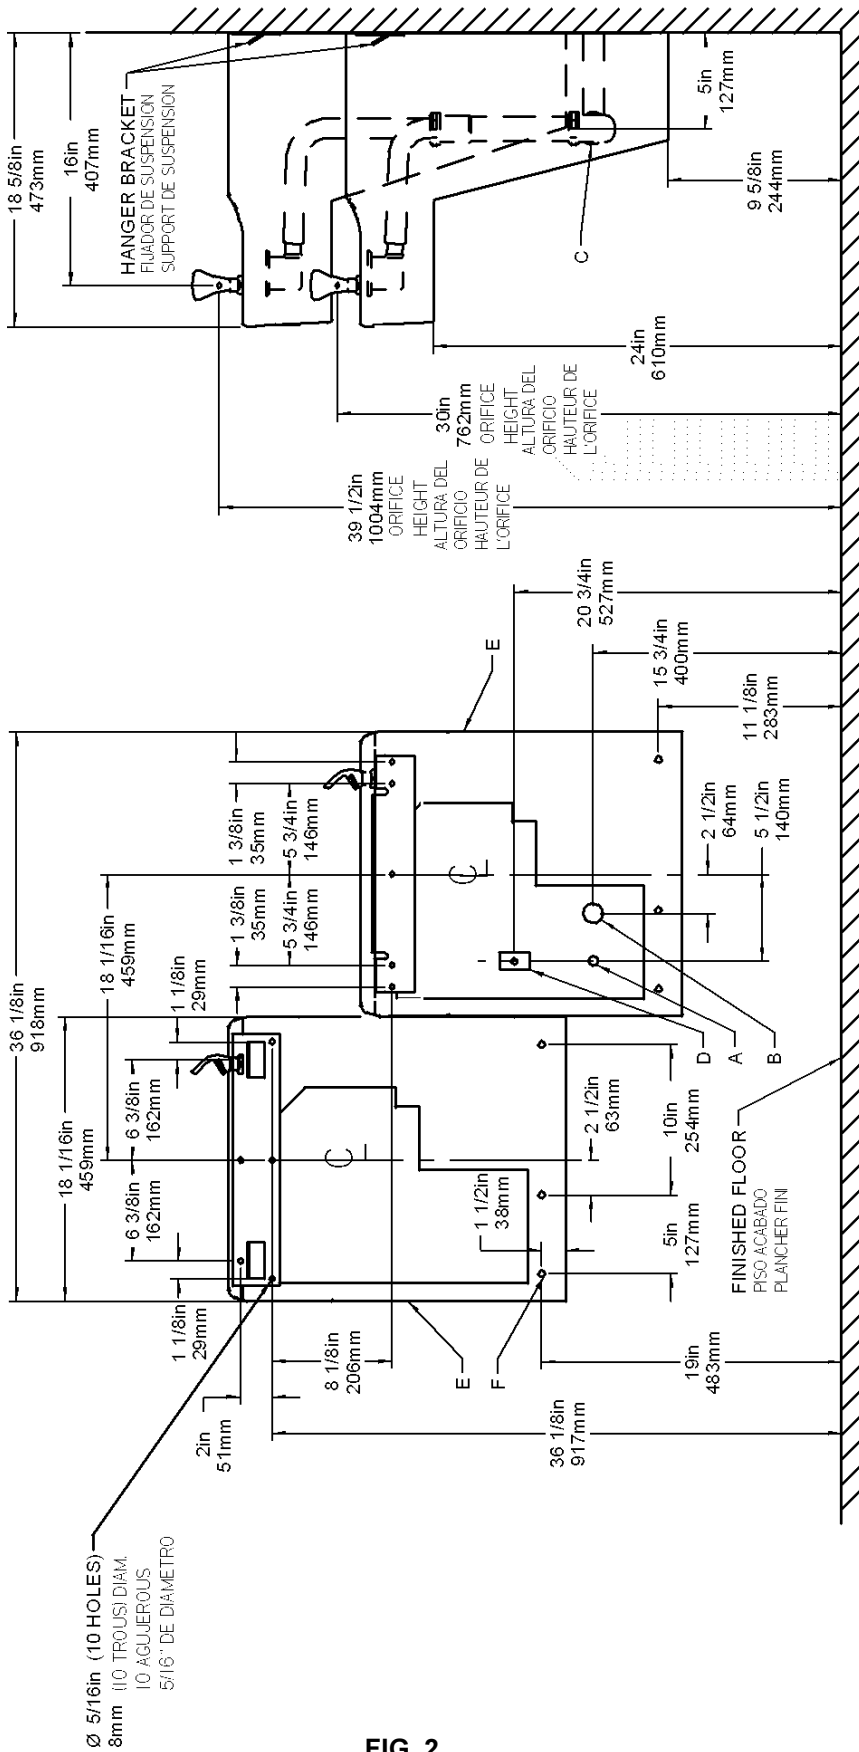

FIG. 2
- 1) Remove hanger bracket fastened to back of cooler by removing one (1) screw.
- 2) Mount the hanger bracket and trap as shown in Figure 2.
- 1) Quite gancho paréntesis abrochó para apoyar de más fresco quitando uno (1) tornillo.
- 2) Monta el paréntesis de gancho como mostrado en la Fig 2.